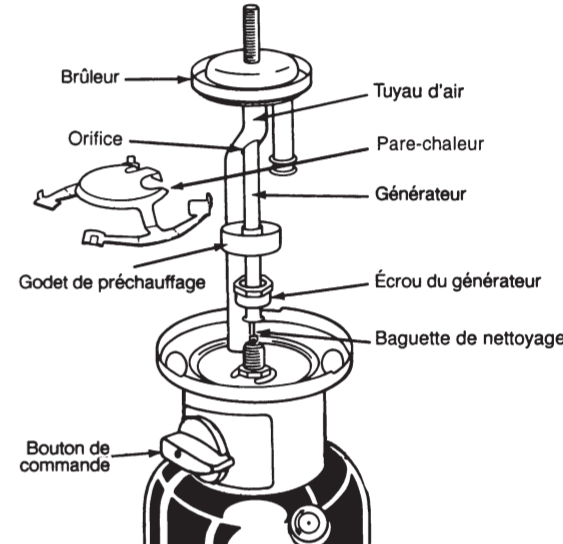

Fig. 9
1. Réglez le BOUTON DE COMMANDE à «ARRÊT» (fig. 9). La lumière baissera et s'éteindra sous 1 ou 2 minutes.